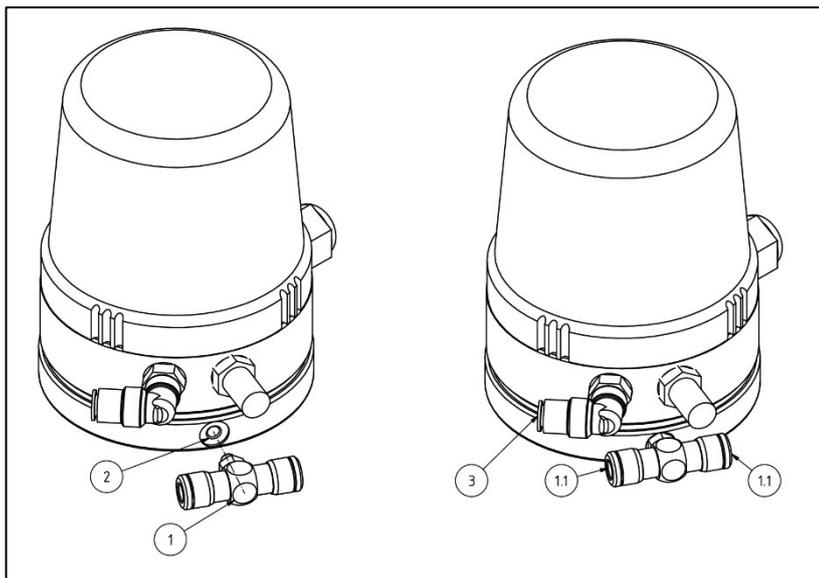

Abb. 4-9 Montage VMON Steuerkopf für Leckagescheibenventil
Die Ansteuerung der pneumatisch betätigten Hilfsventile erfolgt mit einer speziellen Adapterplatte, die über einen zusätzlichen Luftanschluss verfügt (Abb. 4-9, Pos 2).
- Schrauben Sie den T-Luftanschluß (Abb. 4-9, Pos 1 ) in die Adapterplatte.
- Verbinden Sie die Luftanschlüsse der Adapterplatte (Abb. 4-9, Pos 1.1) mit den Luftanschlüssen an den Hilfsventilen des Leckageventil mittels Schlauch (nicht im Lieferumfang enthalten):